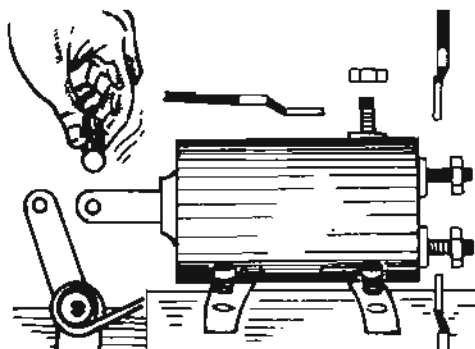

Fig. 7
- b Quite la articulación del engrane mecánico (fig. 7).